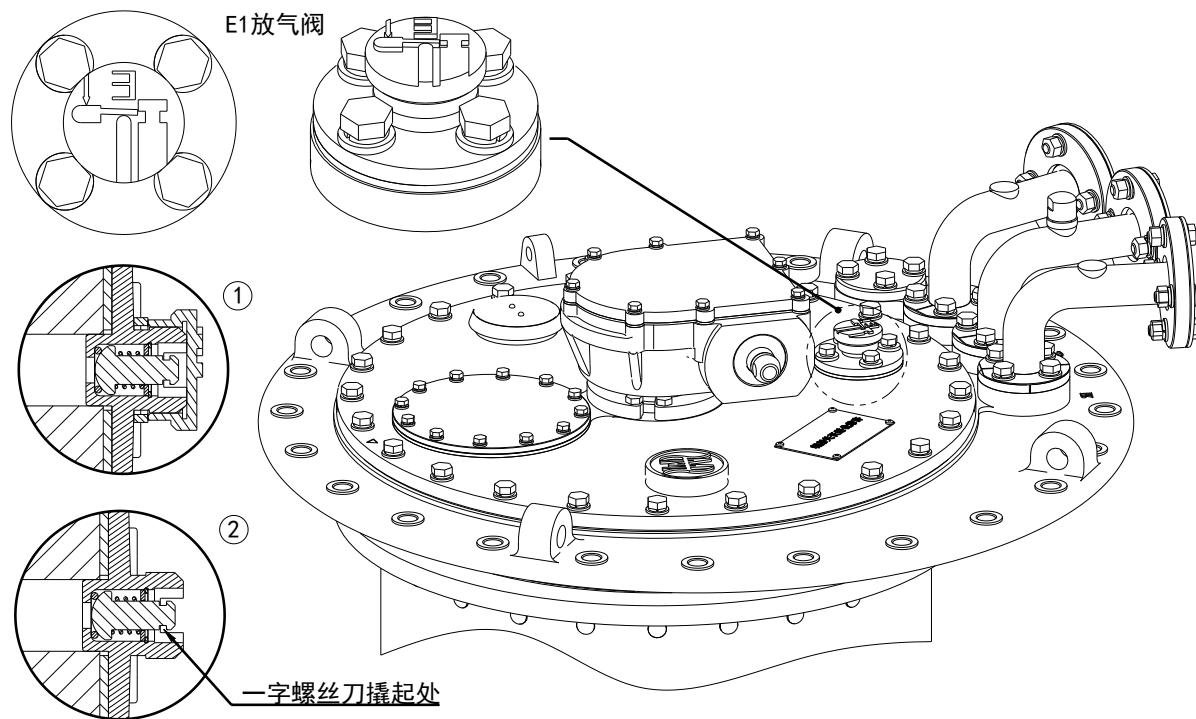

图 9-1 放气阀放气的操作步骤
- 用螺栓刀撬起阀杆给分接开关头放气直至内部油流出。(见图 9-1)